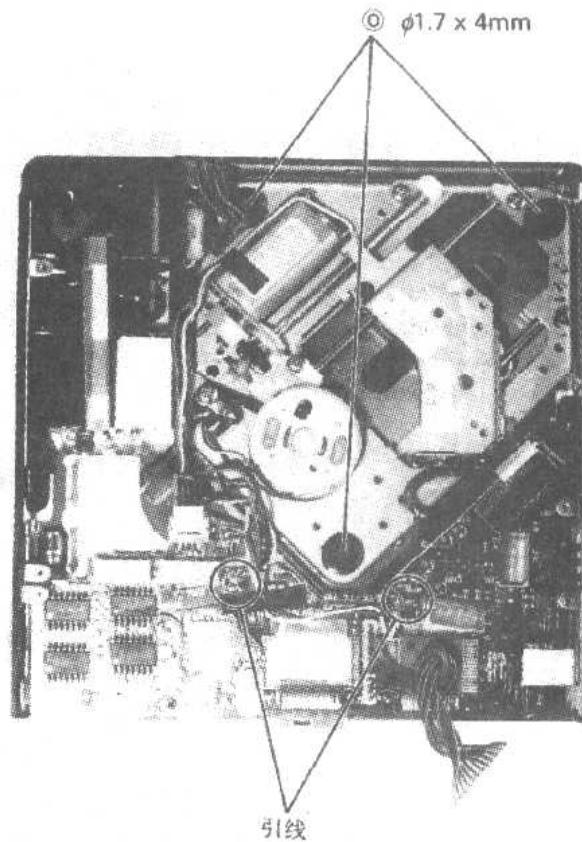

图 1.15
- (1) 去掉可拆卸印刷电路板及马达和开关的引线。
- (2) 取下 3 个螺钉○, 见图 1.15。